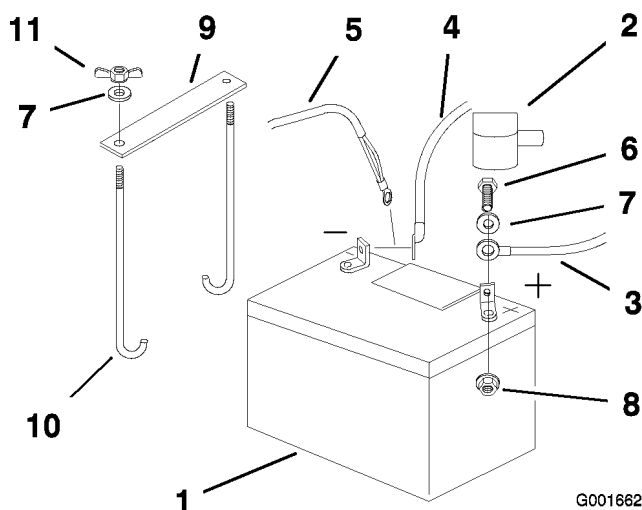

Figure 38
4. Commencez par débrancher le câble négatif et le câble de masse de la borne négative (-) de la batterie (Figure 38).
5. Ôtez le capuchon rouge de la borne positive (rouge) de la batterie. Débranchez ensuite le câble positif (rouge) de la batterie (Figure 38).
- Retirez les deux écrous à oreilles (1/4 inch) qui fixent la barrette de maintien de la batterie (Figure 38).
- Placez la batterie dans son support en tournant les bornes vers le moteur (Figure 38).
- Fixez les câbles avec 2 boulons (1/4 x 3/4 po), 2 rondelles (1/4 inch) et 2 contre-écrous (1/4 inch) (Figure 38).
- Fixez la batterie en position avec des boulons en J, une barrette de maintien et 2 rondelles (1/4 inch), ainsi que 2 écrous à oreilles ((1/4 inch)) (Figure 38).